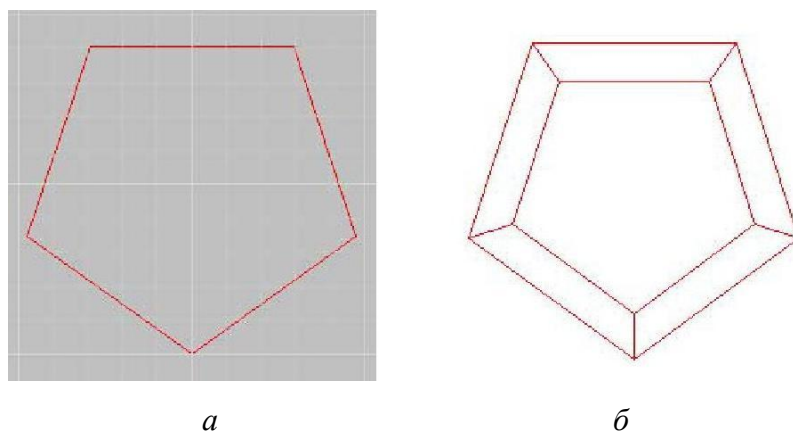

Рис. 5.24. Формирование пятиугольной усеченной пирамиды:
– Задать образующую нижней пятиугольной призмы как правильный пятиугольник, вписанный в окружность радиусом 50 (рис. 5.24, а).
– Выбрать команду  **Выдавить**, указать в ней созданный пятиугольник, далее указать угол конусности, равный 15° , и в конце задать высоту выдавливания, равную 40. На экране получится изображение, представленное на рис. 5.24, б.